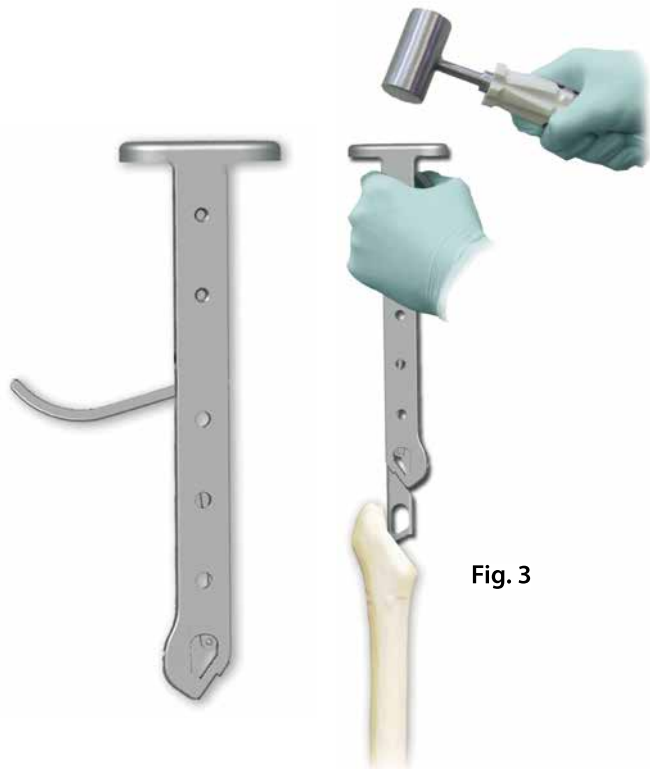

Fig. 3
La preparación femoral se inicia con el osteotomo cajeadado acoplado al Mango Portarraspas (ref.007035). El tamaño del osteotomo dependerá del implante planificado. Para el vástago CDH – 36mm se utilizará el Osteotomo Pequeño (ref.007033) y para el resto de implantes, el Osteotomo Grande (ref.007034) (Fig.3).